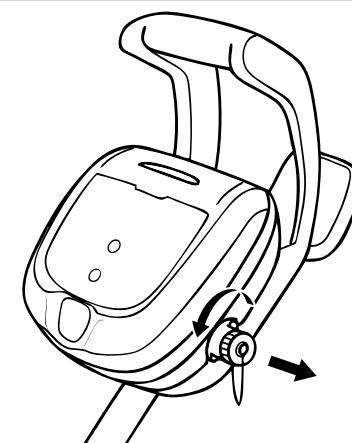

Figura 12. Saque la tapa protectora
- EE. UU.: Según los requisitos del NEC®, mantenga la unidad de control por lo menos a un metro y medio (1,5 m) (5 pies) del borde del agua (piscina / spa). CANADÁ: Según los requisitos del NEC®, mantenga la unidad de control por lo menos a tres (3) m (10 pies) del borde del agua (piscina / spa).
1. Desatornille la tapa protectora del cable de suministro eléctrico desde el lado de la unidad de control girando en sentido contrario a las agujas del reloj (Figura 12).